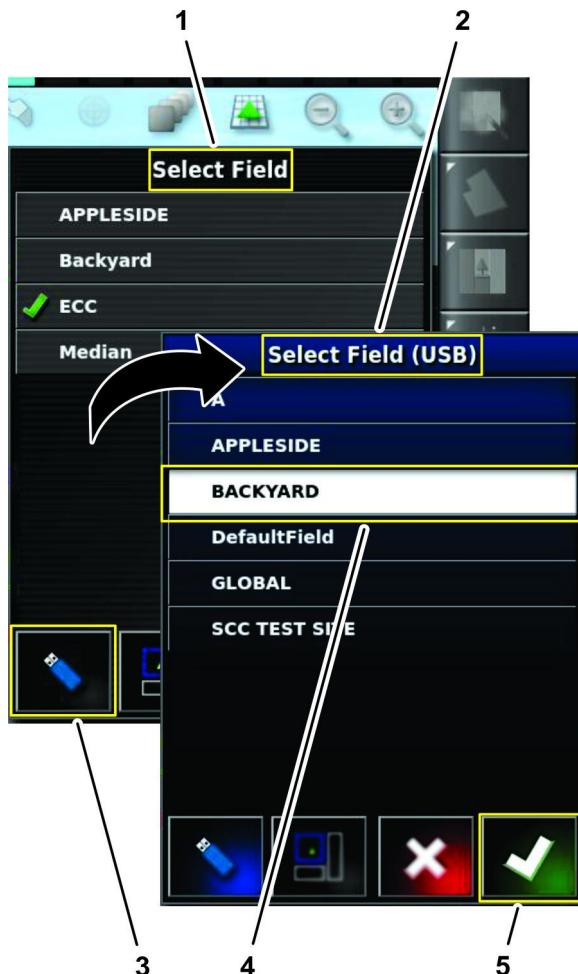

图 36
1. 在选择场地列表中按“开关”图标图 36。
2. 在选择场地字段按将要喷洒场地的场地图标然后按确认图标图 36。